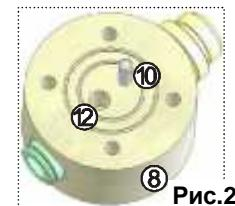

Рис.2
Засорение заборного штуцера (10), рис.2	Вынуть из основания с помощью карандаш, прочистить отверстия, установить обратно. Или обратиться в сервисный центр